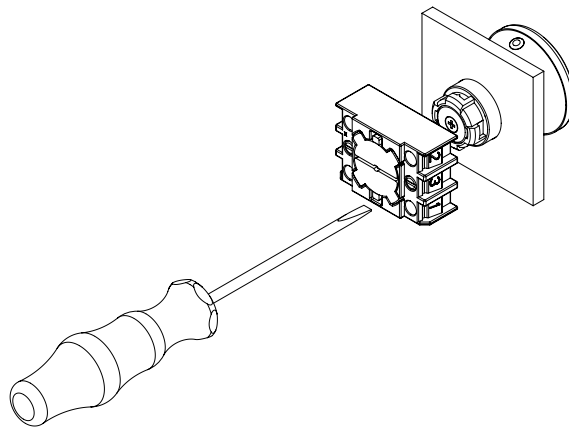

Fig. 1
1. El montaje de elementos de mando y brida de montaje apretando los tornillos de la brida de montaje con un destornillador plano de tamaño 2 (véase fig. 1).
1. El montaje de elementos de mando y brida de montaje apretando los tornillos de la brida de montaje con un destornillador plano de tamaño 2 (véase sección 3.1, fig. 1).